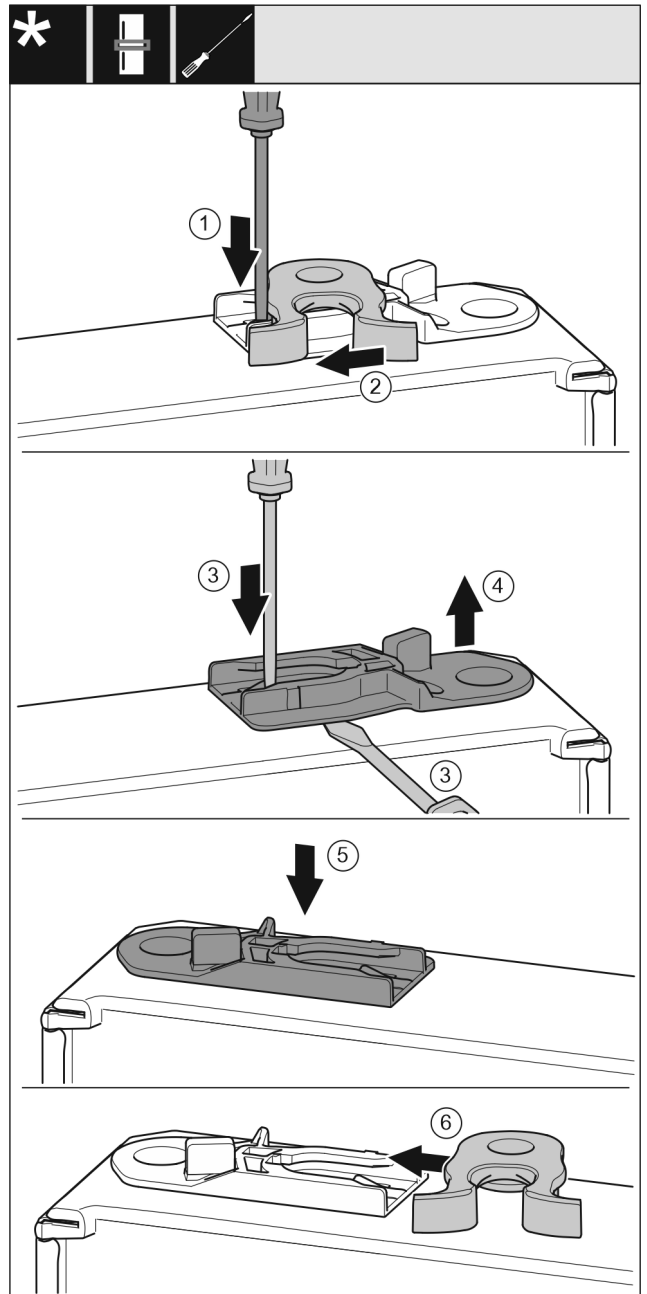

Fig. 47 *
- Lasche Fig. 47 (1) mit Schlitzschraubendreher nach unten drücken.*
- Schließhaken Fig. 47 (2) aus Führung ziehen.*
- Führungsbuchse Fig. 47 (3, 4) herausziehen: Lasche mit Schlitzschraubendreher drücken und gleichzeitig mit Schlitzschraubendreher unter Führungsbuchse fahren.*
- Im Lieferumfang beiliegende Führungsbuchse Fig. 47 (5) auf anderer Gehäuseseite einschieben.*
- Schließhaken Fig. 47 (6) in Führung schieben.*